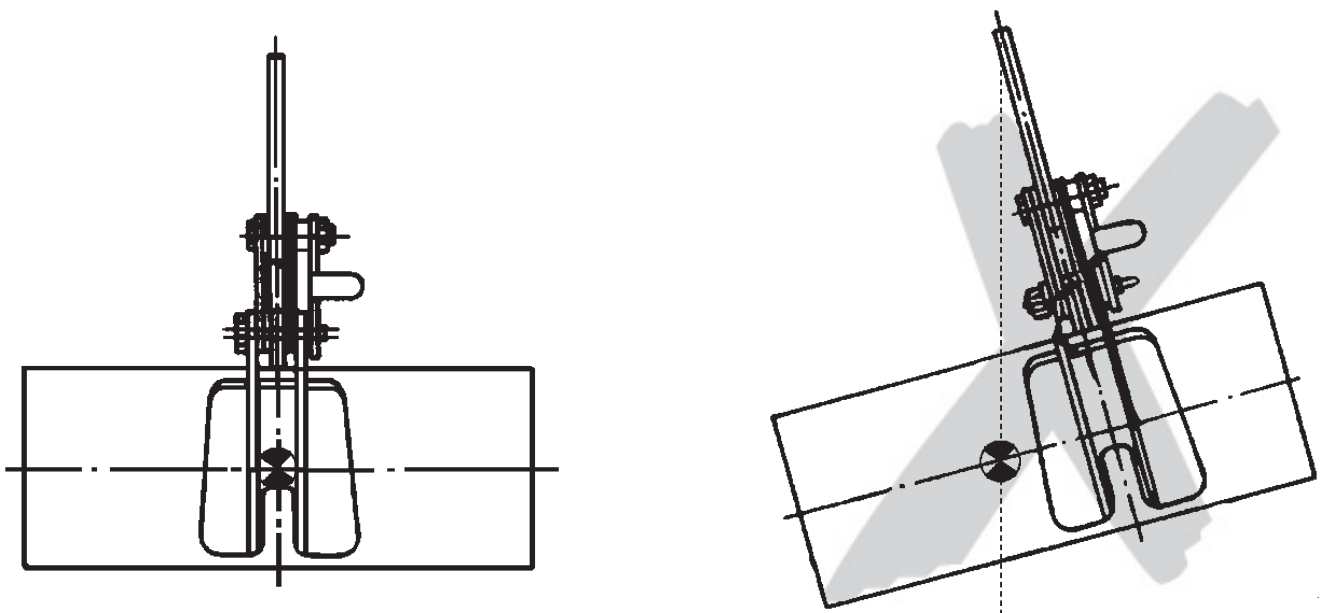

Fig. 2
- El centro de gravedad de la carga que se va a elevar debe estar siempre situado bajo la anilla de suspensión de la pinza en dirección perpendicular (Fig. 2). Si el centro de gravedad no está debajo de la anilla de suspensión, se obtendrá una inclinación no permisible de la pinza y la carga cuando ésta sea elevada.